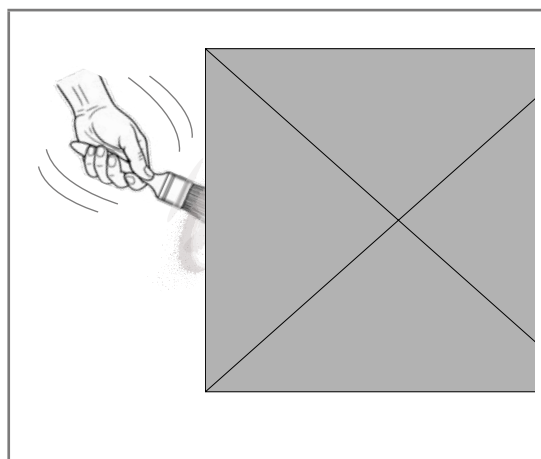

Abb. 6.8 - Reinigung des Kondensators
- Ist dies nicht möglich, verwenden Sie eine Bürste mit langen Borsten an der Außenseite des Kondensators (Abb. 6.8).